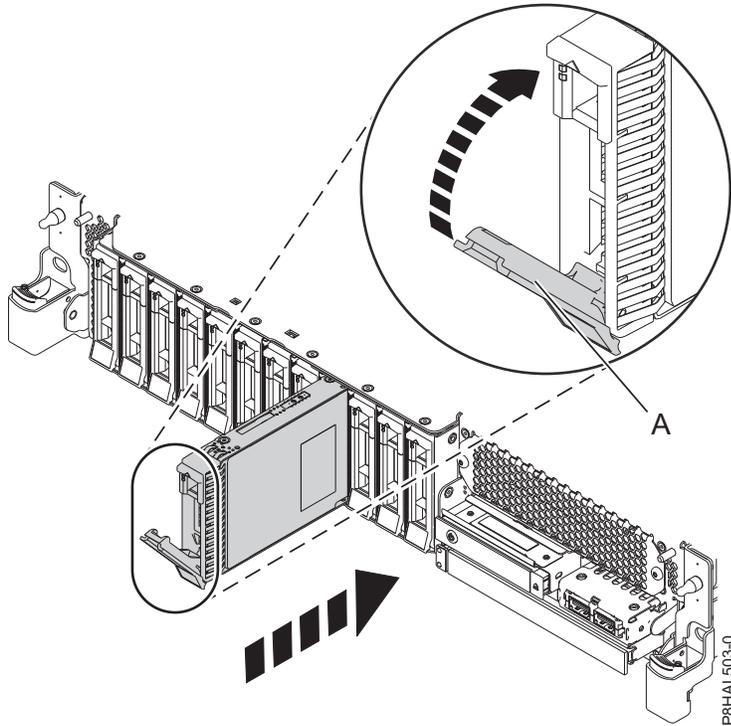
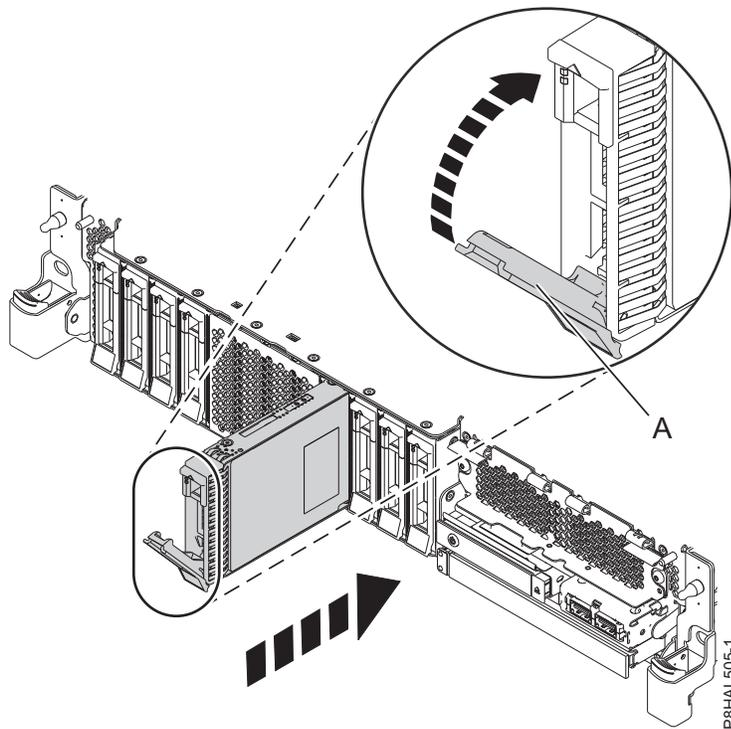

Abbildung 4. Plattenlaufwerk in einem System vom Typ 5148-21L, 5148-22L, 8247-21L, 8247-22L, 8284-21A oder 8284-22A mit Basisfunktionen installieren
Abbildung 5. Plattenlaufwerk in einem System vom Typ 5148-21L, 5148-22L, 8247-21L, 8247-22L, 8284-21A oder 8284-22A mit erweiterten Funktionen installieren
3. Entriegeln Sie den Griff (A) des Laufwerks, indem Sie ihn zusammendrücken und zu sich hin nach außen ziehen. Wird der Griff nicht ganz nach außen gezogen, lässt sich das Laufwerk nicht in das System einschieben. Siehe Abb. 4 auf Seite 7 und Abb. 5 auf Seite 7.
5. Schieben Sie das Laufwerk ganz in das System ein und verriegeln Sie es dann, indem Sie den Griff des Laufwerks (A) eindrücken, bis er einrastet. Siehe Abb. 4 auf Seite 7 und Abb. 5 auf Seite 7.